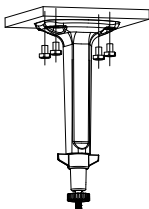

Abbildung 2-2 Halterung montieren
1. Befestigen Sie die Halterung an der Wand/Decke und ziehen Sie die Schrauben fest, wie in Abbildung 2-2 gezeigt.